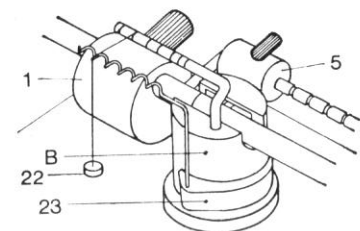

Fig. 2
Sulla tabella n° 2, prima colonna, ricerchiamo la forza d'appoggio e sulla colonna corrispondente al nostro raggio, notiamo che il peso deve essere di 4 gr. e posto sulla riga 1 dell'astina (3). Logicamente la posizione del filo sull'astina a chiocciola (23) sarà tale da non influire sugli spostamenti laterali del braccio (fig. 2).